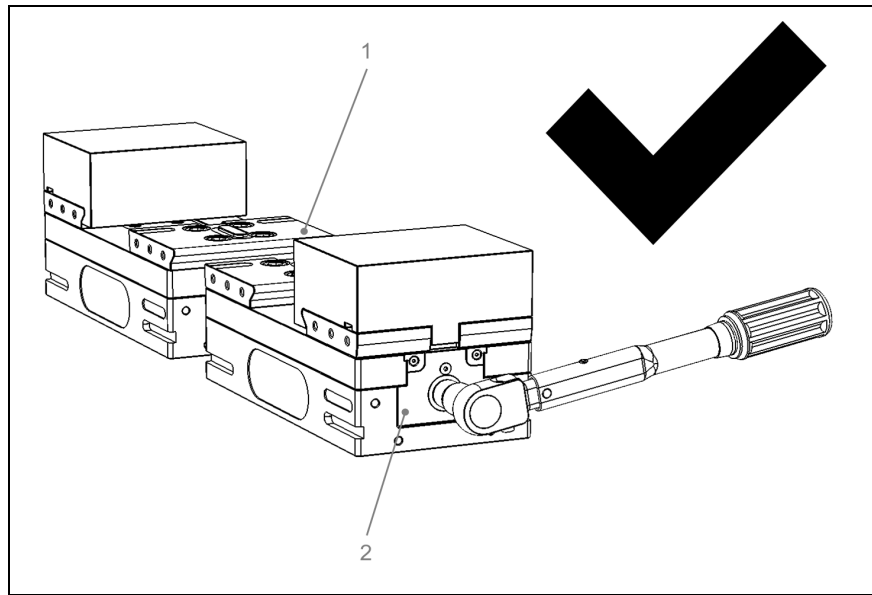

Abb. 36 Vario's in Reihe montiert
- Den „blockierten“ und einen normal konfigurierten Vario in Reihe montieren (s. Abb. 36)